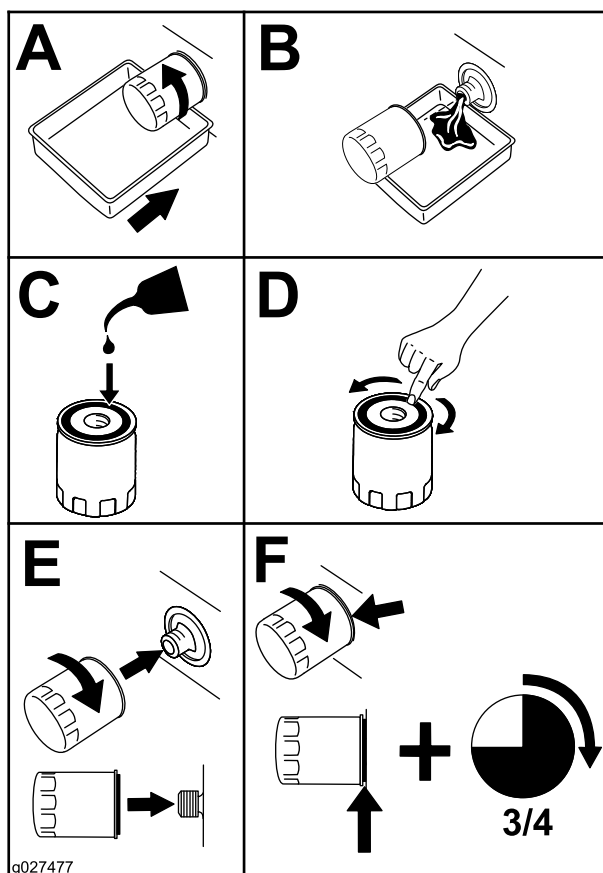

Figura 38
4. Sostituite il filtro dell'olio (Figura 38).